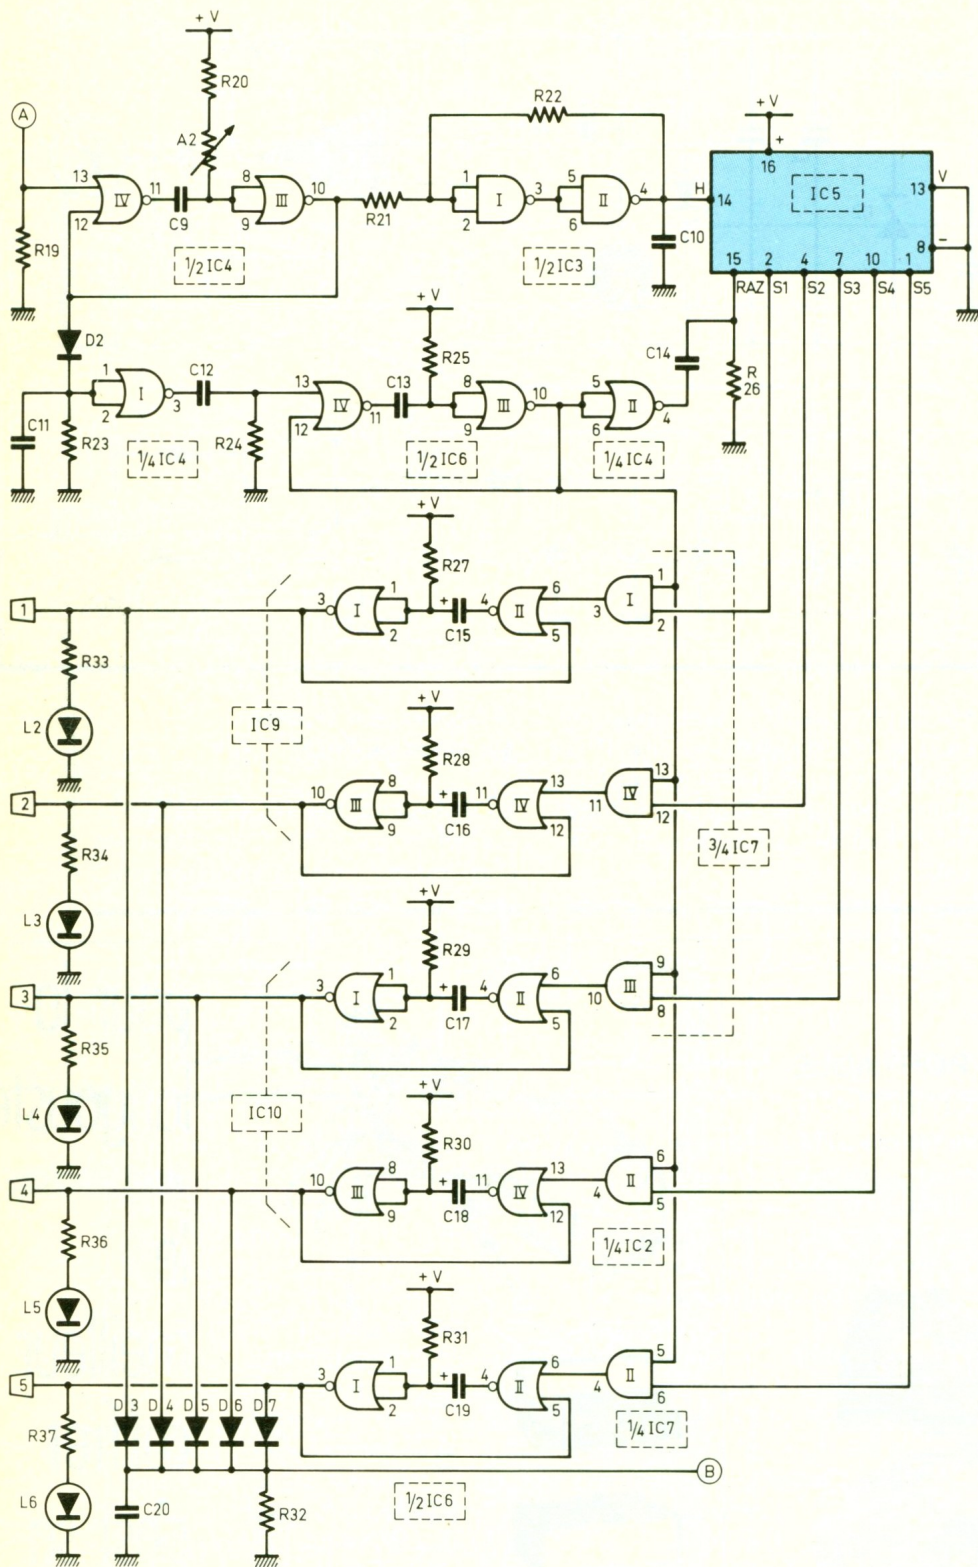

Fig. 9 Traitement du signal et intégration.
d) Comptage (fig. 9)
e) Détection des pauses (fig. 9)
f) Lecture et RAZ périodiques (fig. 9)
h) Mémorisation, décodage et affichage (fig. 9 et 10)